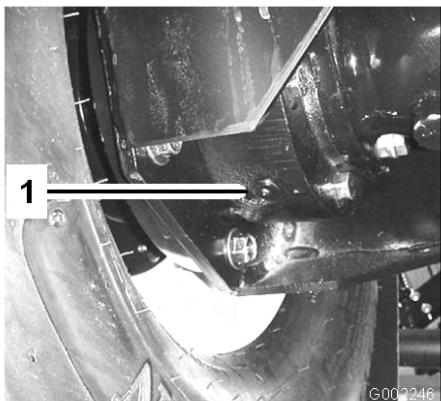

Figure 48
4. Placez un bac de vidange sous le bouchon de vidange intérieur et retirez le bouchon (Figure 48).